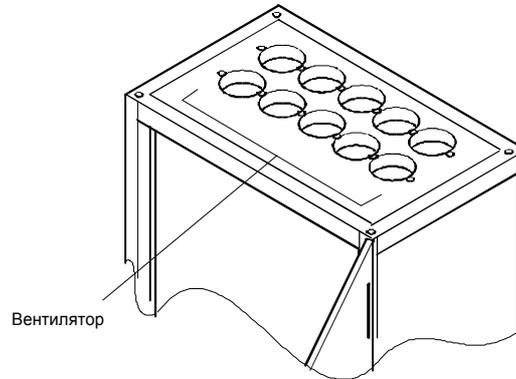
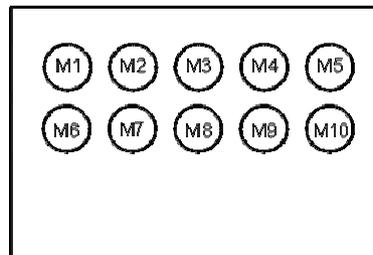

Рисунок 27 Установка и демонтаж вентилятора
Рисунок 28 Расположение вентиляторов Protect 5.33 (вид сверху)
**Неисправный вентилятор демонтируется в следующей последовательности: (См. Рисунок 27 и Рисунок 28):**